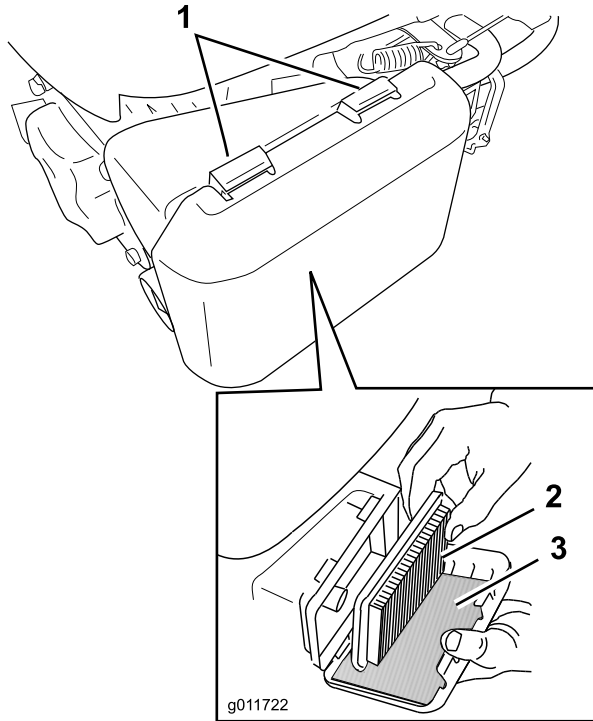

Figura 37
1. Presione hacia abajo los cierres de la parte superior de la tapa del limpiador de aire (Figura 37).
3. Retire el filtro de aire de papel y el pre-filtro de gomaespuma (Figura 37).